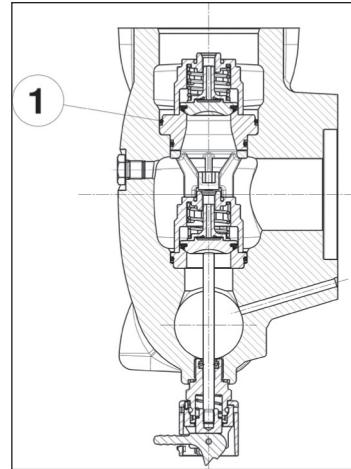

Abb. 111
**Achten Sie besonders auf das Einsetzen des O-Rings Pos. ①, Abb. 111.